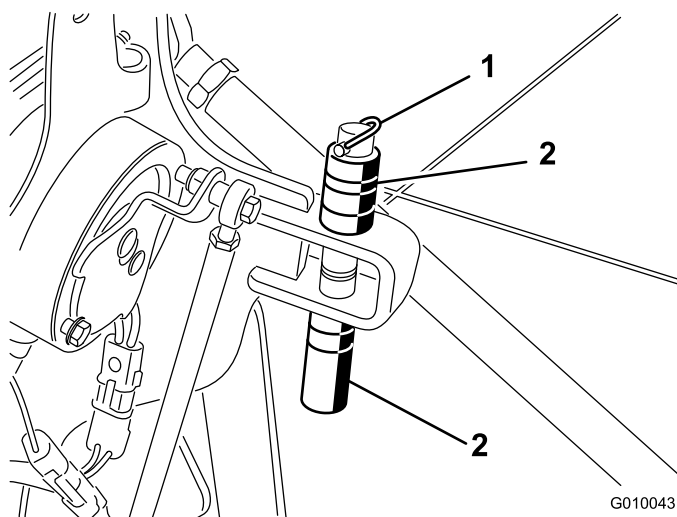

Bild 29
1. Entfernen Sie den Klapstecker, mit dem die Distanzstücke und die Tiefenstifte befestigt sind (Bild 29).